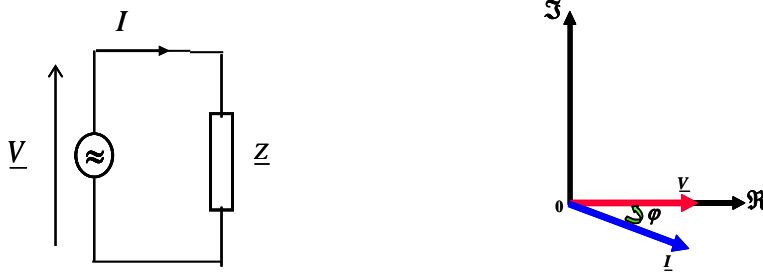

Figure 1 Représentation de Fresnel
**Exercice 2.2 :** Considérons un dipôle  $Z$  inductive (Figure 1) traversé par un courant  $I$  et ayant entre ses bornes une tension  $V$ . Donnez les représentations vectorielles et les notations complexes de la tension  $V$  à ses bornes et du courant  $I$  le traversant. On considère la tension  $V$  à l'origine des phases.